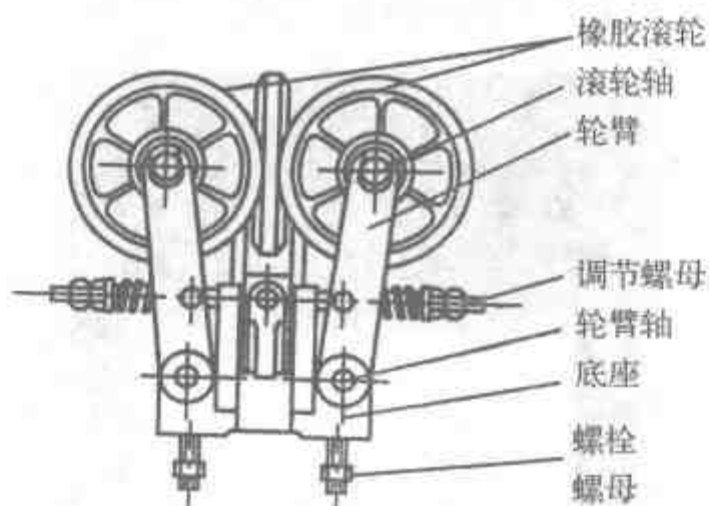

图 7-3 导靴
(1) 导轨架。导轨架固定在电梯井道壁上，上面固定导轨，用扁钢或角钢制成。
(2) 导轨。导轨是为电梯轿厢和对重提供导向的构件，在井道中确定轿厢和对重的相互位置，所以导轨又分为轿厢导轨和对重导轨。
(3) 导靴。导靴是引导轿厢和对重沿导轨运行的装置，固定在轿厢架和对重架上，运行时导靴夹住导轨，保证轿厢和对重沿导轨作升降运动。导靴的结构如图 7-3 所示。